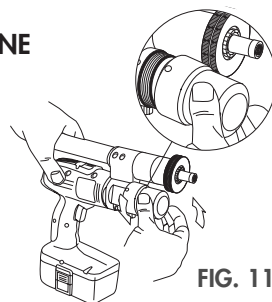

FIG. 11
- 1) togliere il tappo serbatoio (I) come mostra la fig. 11;